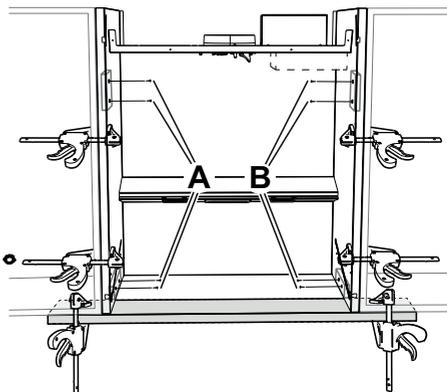

Fig. 9
**TIPS!** Du kan bruke tvinger og en planke for å gjøre monteringen enklere, se Fig. 9.